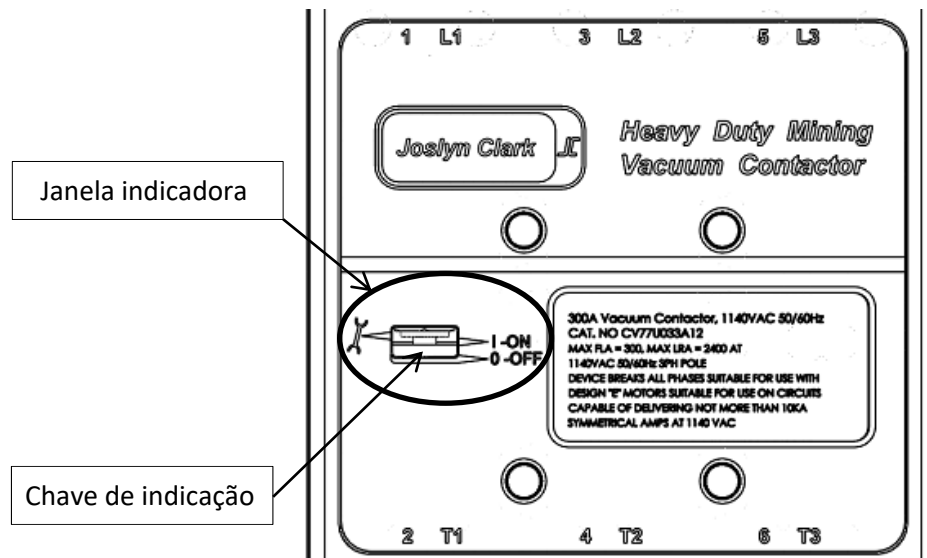

FIGURA 13
2. Visualize o local da chave de Indicação na janela indicadora (FIGURA 13). Se a chave de indicação estiver em ON e dentro da faixa de indicação de margem de edição, então o sobrecurso foi ultrapassado e a vida útil do contato está no fim. O contator deve ser trocado.